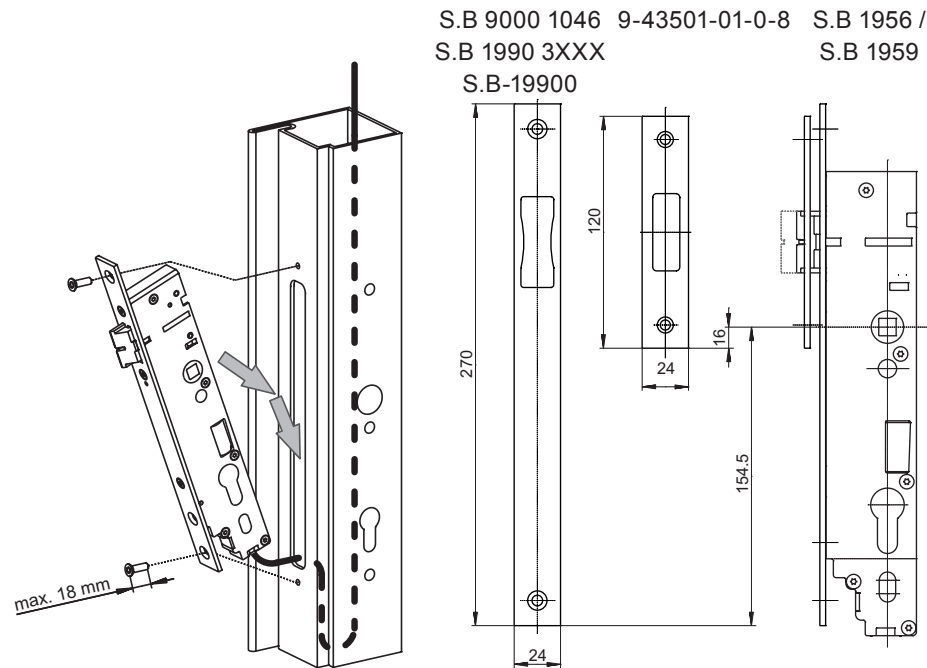

Fig. 7: montaje
- Introducir la cerradura desde arriba y oblicuamente en el cajado, para ello, tender el cable por el perfil (v. fig. 7).